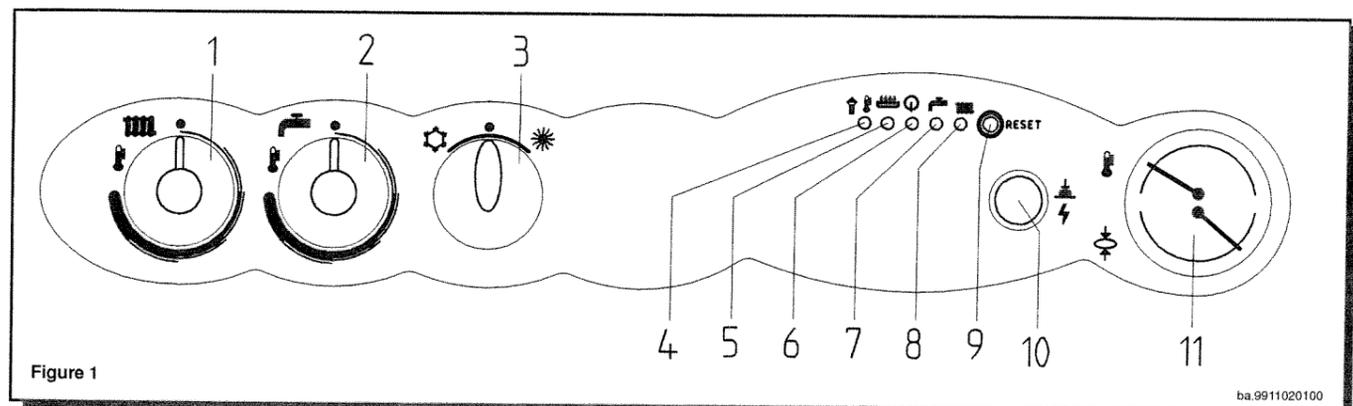

Figure 1
Important: Pour valider les fonctions de télécontrôle, il est nécessaire que le sélecteur (3) de la figure 1 soit positionné sur ETE (8 et 7, figure 1) en cas, les voyants de fonctionnement de la chaudière (8 et 7, figure 1) clignotent respectivement pour la demande de chaleur pour l'eau de chauffage ou sanitaire. Les dispositifs de réglage des températures (1 et 2, figure 1) ne sont pas validés.